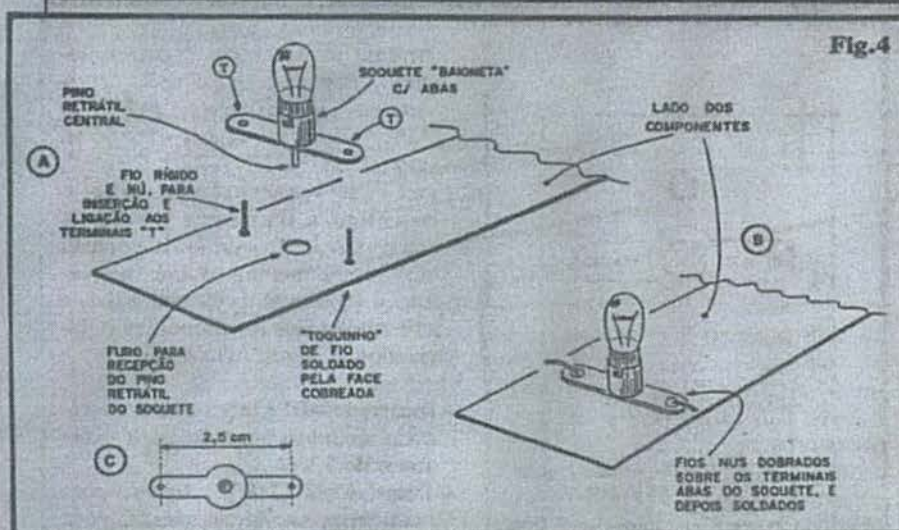

Fig.4
- FIG. 4 - DETALHAMENTO DA FIXAÇÃO E LIGAÇÃO DOS SOQUETES - É muito importan-
- 4-C - Observar (isso é IMPORTANTE...) que, para as "coisas darem certo", mecânica e eletricamente, a distância entre os centros dos furos/terminais nas abas dos soquetes deve ser de exatamente 2,5 cm., para garantir um acoplamento perfeito aos fios previamente soldados à placa (conforme fig. 4-A). Se, eventualmente, o Leitor/Hobbysta não conseguir obter os recomendados soquetes (eles são muito comuns, entretanto...), terá que fazer, antes da fixação/ligação, alguma adaptação, eventualmente pela pré-